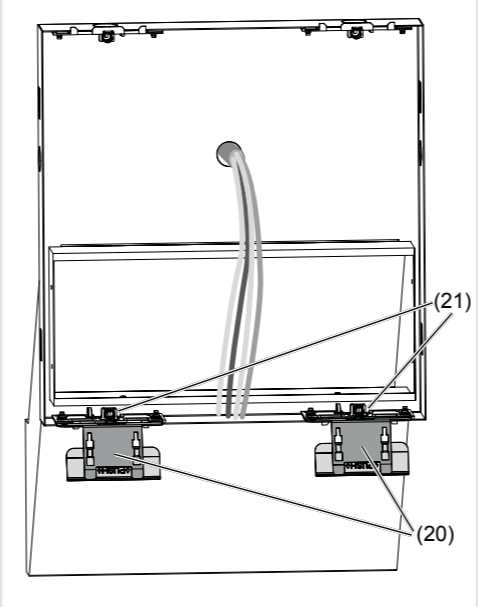

Bild 6: eingesteckte Öffnungswerkzeuge
- (19) Auflegewinkel der Befestigungselemente
- Die beiden Öffnungswerkzeuge (20) in die Aufnahme der unteren Befestigungselemente (21) am Gehäuse stecken (Bild 6).